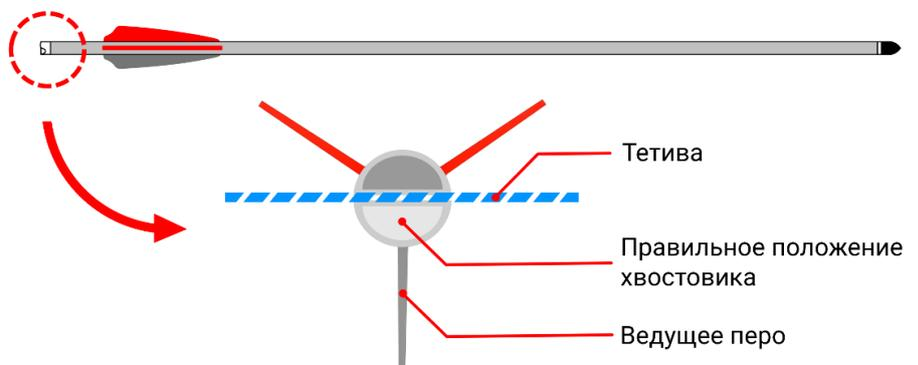

Рис.8
1. При установке стрелы в арбалет, паз хвостовика должен совпасть с тетивой, поэтому проверяйте положение хвостовика, даже у только что купленных стрел (Рис.8).